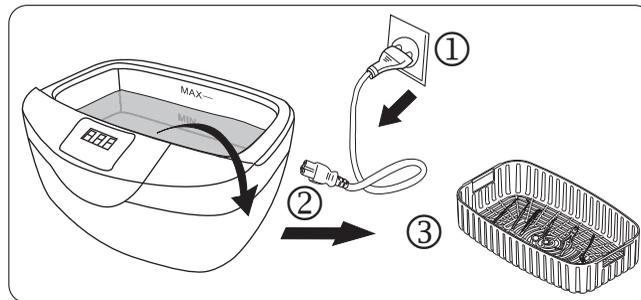

Fig.16
- 8► Al término del ciclo la pantalla exhibirá 000 y el proceso de cavitación terminará automáticamente. Desconecte el equipo de la toma de corriente y abra la tapa (Fig. 16).